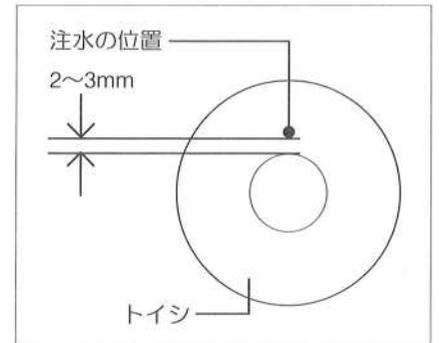

図7
- 水槽の注水口はトイシの中心に近いところに置くようにしてください。外側に注水口を置くと、遠心力で外側にトギ汁が流れ、良い条件にはなりません。吸水口はトイシの内側2~3mm位の所が適当です。(図7参照)